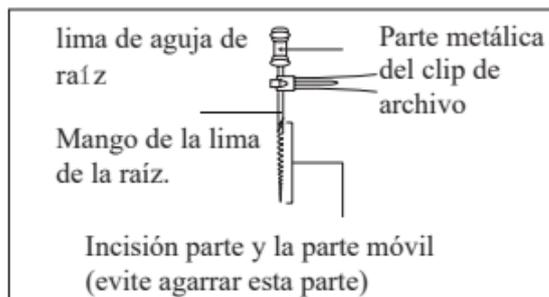

Imagen 17
a) Cuando agarre el conducto radicular con una lima de aguja, sujete la parte superior de la parte metálica (cerca del conducto radicular en el mango de la aguja). Si agarra la parte inferior (cuchilla o parte móvil), desgastará la parte metálica de la carpeta de archivos y la parte de resina. [Imagen 17]